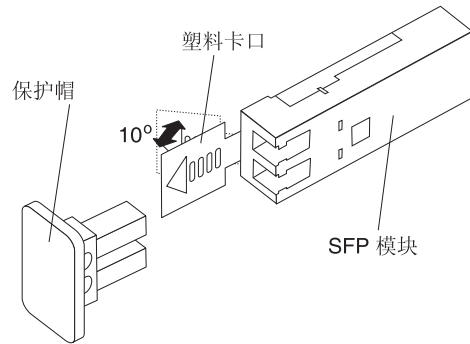

图 57. SFP 模块解锁 - 塑料卡口可能会有所不同
- 对于具有塑料卡口的 SFP 模块，将塑料卡口向外拉 10° 即可为 SFP 模块解锁，如图 57 中所示。